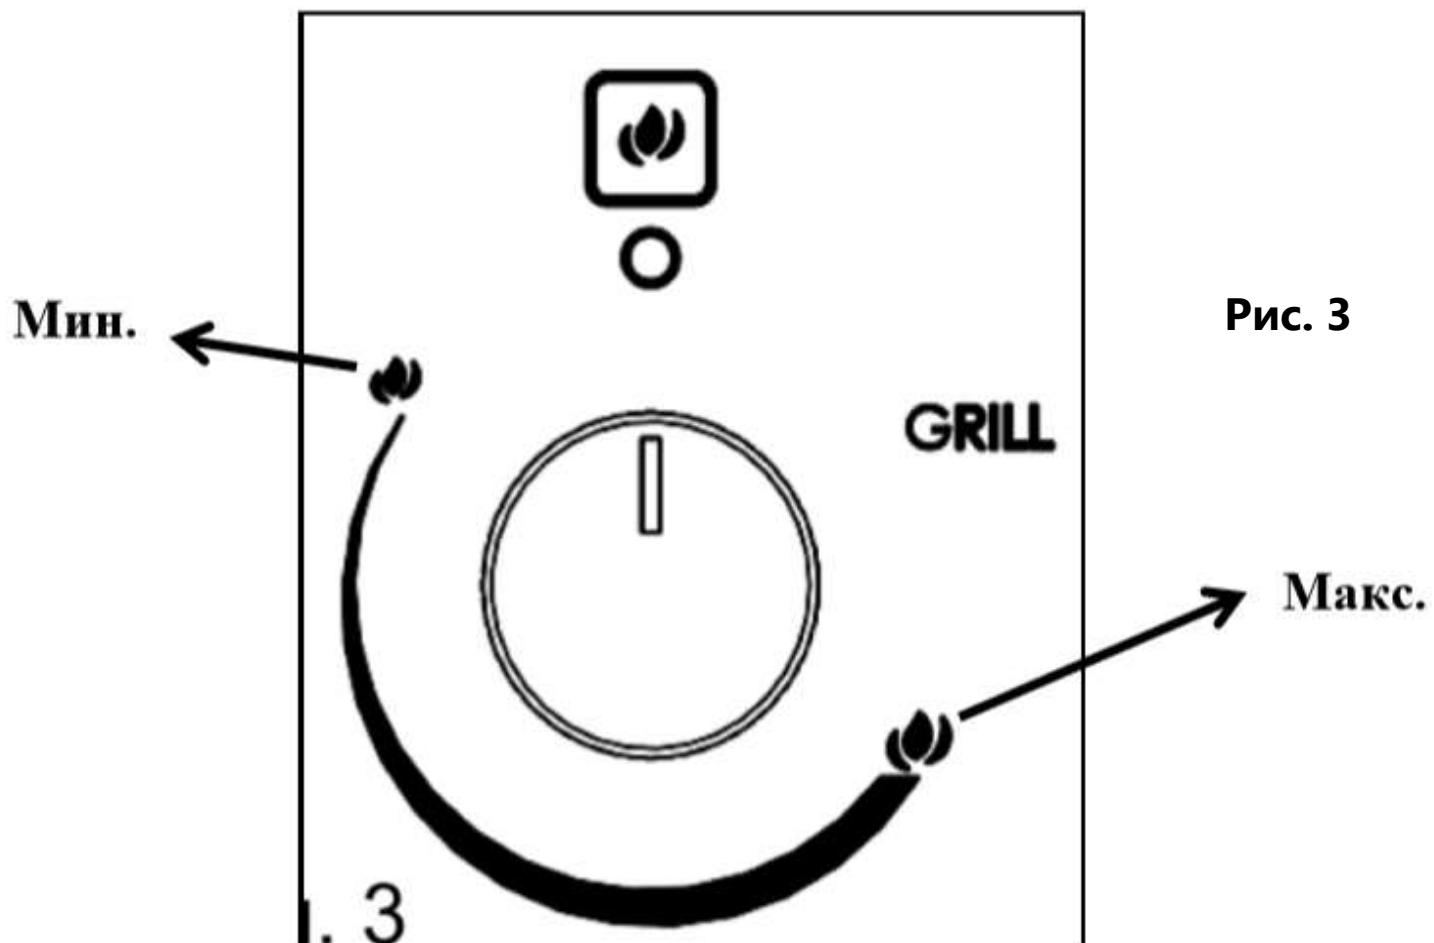

Рис. 3
Индикатор на панели управления (Рисунок 3) показывает повышенную температуру духовки. Для регулирования температуры, поверните ручку на выбранную позицию.
2. Для включения электрического розжига, нажмите на ручку терmostата, и, придерживая ручку, приведите на максимальную позицию Максимум (Рисунок 3), повернув её против часовой стрелки (Рисунок 4).